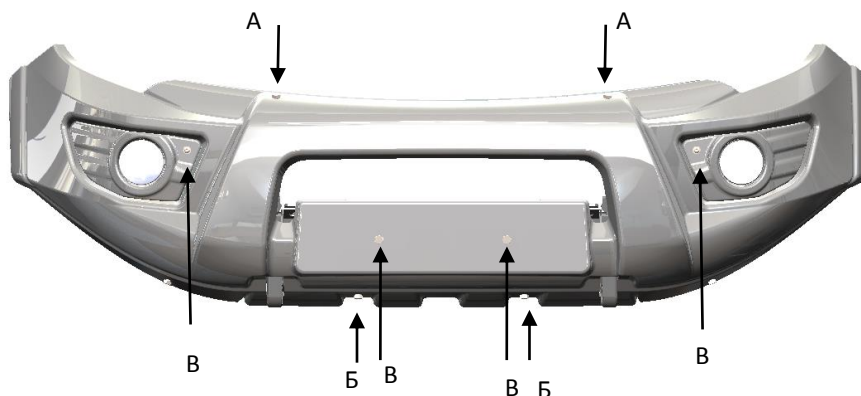

Рис.12
5. Отсоединить металлический каркас от композитного бампера, вывернув болты А, Б и В (рис.12).
9. Закрепить бампер на металлическом каркасе в местах **А** и **Б** болтами М10х30, в местах **В** болтами М10х35 (рис.12). **Затянуть болты в последовательности А, В, Б.** При наличии неравномерного зазора выровнять бампер, установив проставочные шайбы 4 мм между бампером и металлическим каркасом в местах **А** и **В** (рис.12)
13.2.* Снять накладки фар с бампера, вывернув винты **В** (рис.12).